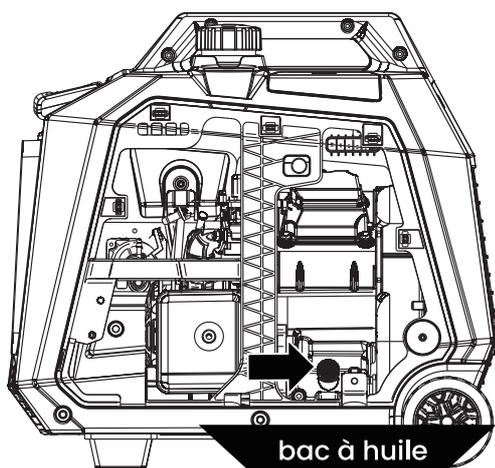

Figure 16: Placez le bac à huile sous le bouchon de remplissage/vidange d'huile.
4. Placez le bac à huile (ou un récipient approprié) sous le bouchon de remplissage/vidange d'huile (voir Figure 16).